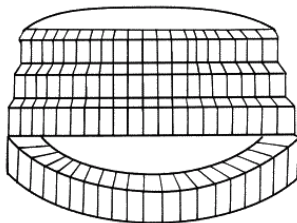

Рис. 5. Главная парковая лестница для небольшого участка
- главные – парадные, со скульптурой, перилами, цветочницами, водными устройствами, светильниками и боковыми камнями или перилами, устанавливаемые на главных аллеях и у парадных дверей (рис. 5);